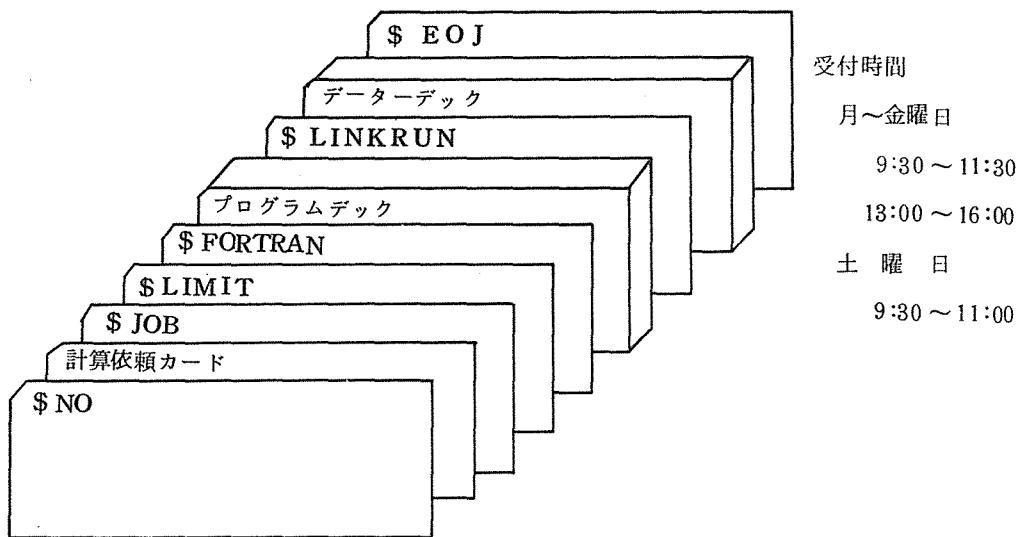

図4-2 標準形カードデック構成(センター入力)
② Cおよび特殊JOBを依頼される時は、図4-2の要領でカードデックを用意し、Noカード、計算依頼カードに必要事項を記入の上ジョブ受付に提出して下さい。
① 豊中連絡所から計算依頼される時は、図4-2の要領でカードデックを用意し、Noカード計算依頼カードに必要事項を記入の上、連絡所受付に提出して下さい。
利用者旅費制度を利用され優先JOBとして計算依頼される時は図4-2の要領でカードデックを用意しNOカード計算依頼カードに必要事項を記入の上ジョブ受付に提出して下さい。